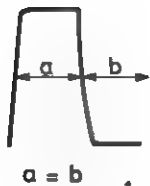

Fig. 16
- Regel met R4 de pulsverhouding op 1:1 (fig. 16).